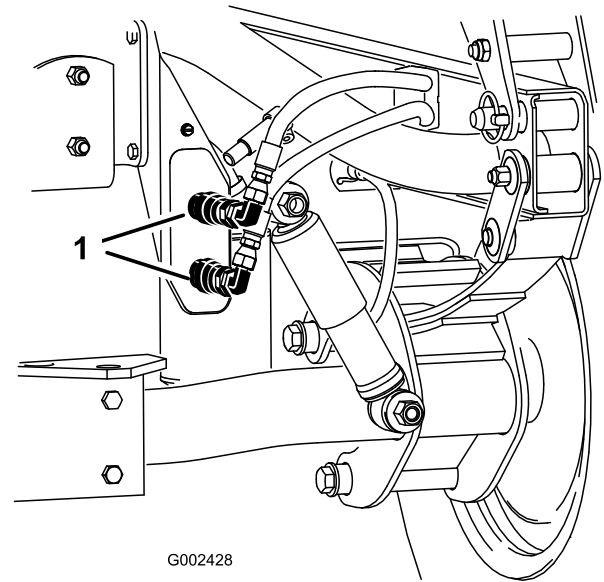

Bild 78
- Schließen Sie an beiden Fahrzeugen die beiden Schnellkupplungsschläuche von den Schläuchen ab, die an der Schnellkupplungshalterung befestigt sind (Bild 78).